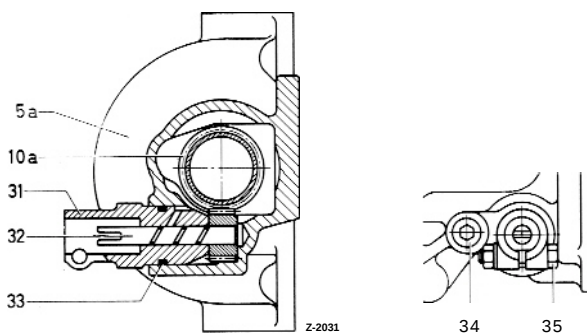

Bild 06-1/2
Zum nachträglichen Einbau bei der Limousine des Typs 220 SEb ist das Zwischenstück (6) und das Anschlußstück (3) einzubauen (Bild 06-1/1).